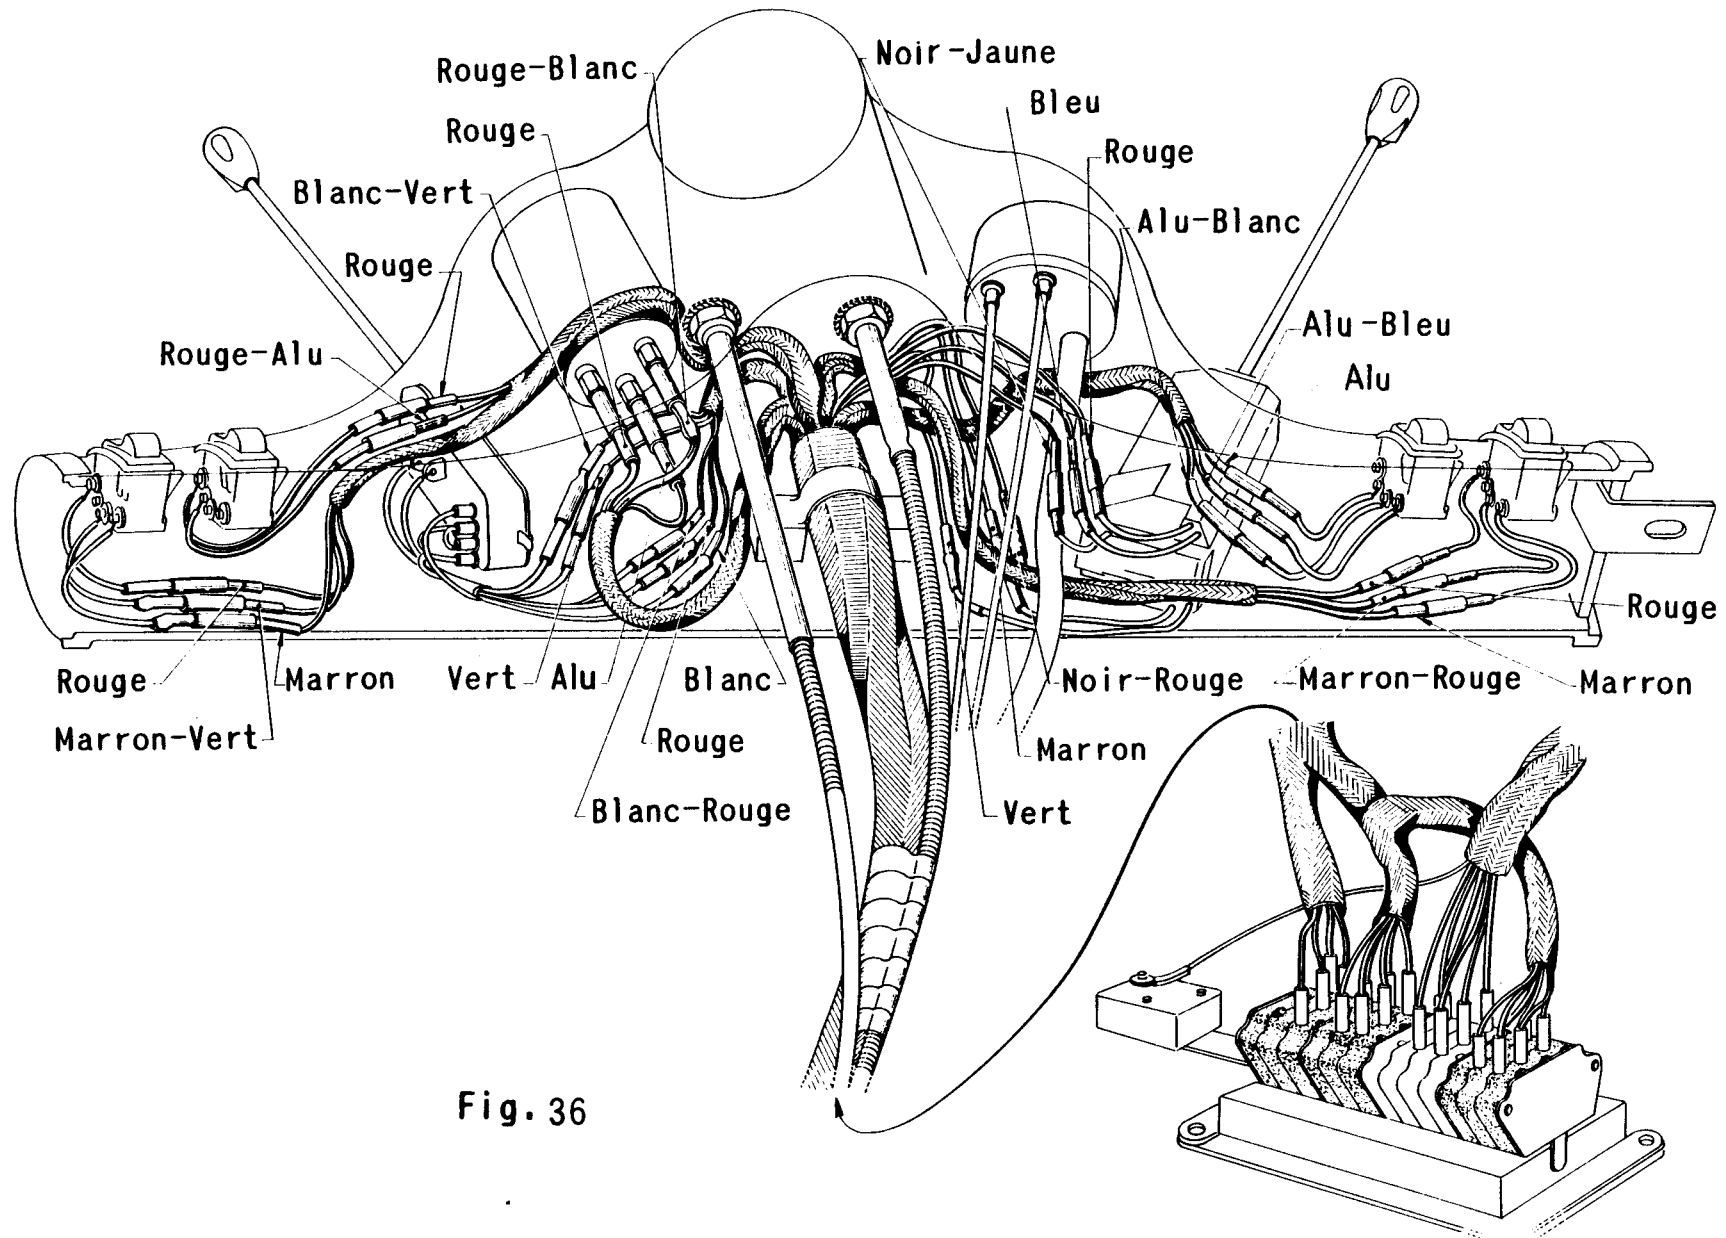

Fig. 36
7410 - REMPLACEMENT d'un FAISCEAU de SUPPORT d'APPAREILLAGE (Fig. 36) (modèles jusqu'à Août 1964)
- 5) Connecter les différentes fiches suivant les couleurs correspondantes (pour le faisceau métropole) (Fig. 36).
7410-A - REMPLACEMENT d'un FAISCEAU de SUPPORT d'APPAREILLAGE (Fig. 36) (modèles à partir de Septembre 1964)